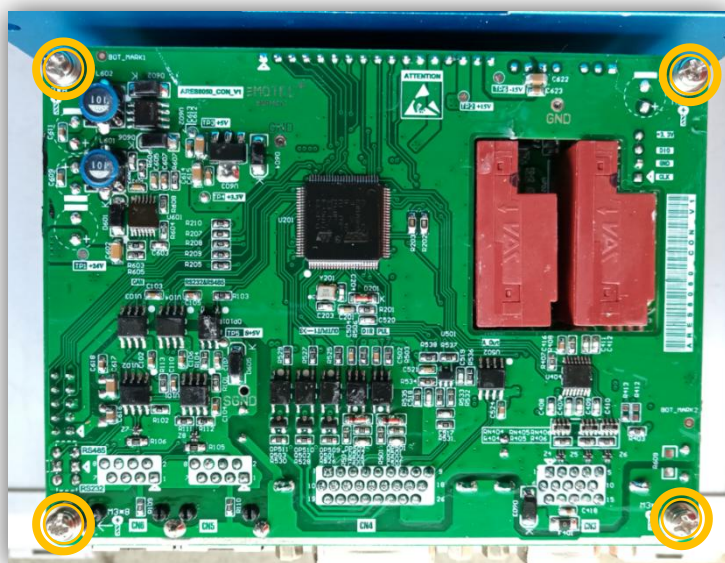

图 13
4.2 控制板与中板及底板的排针排母对正组合，使用螺钉连接紧固（见图 13），⊙ 标识位置使用 M3*8 组合螺钉紧固